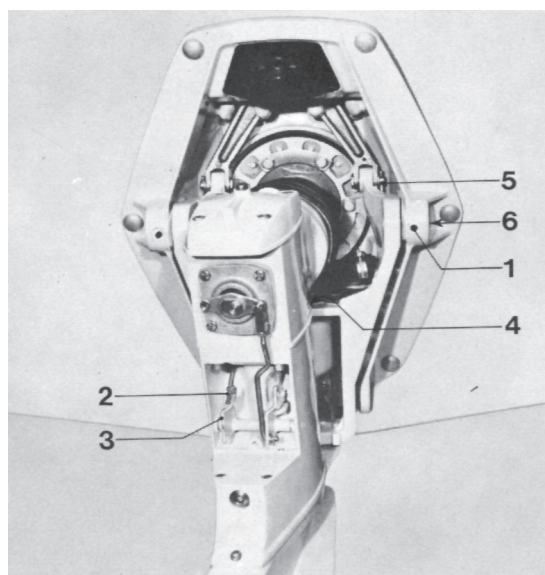

Fig. 25. Demontering av utombordsdrev
3. Demontera de båda låsskruvarna för axeltapparna i skölden. Se 1 fig. 25.